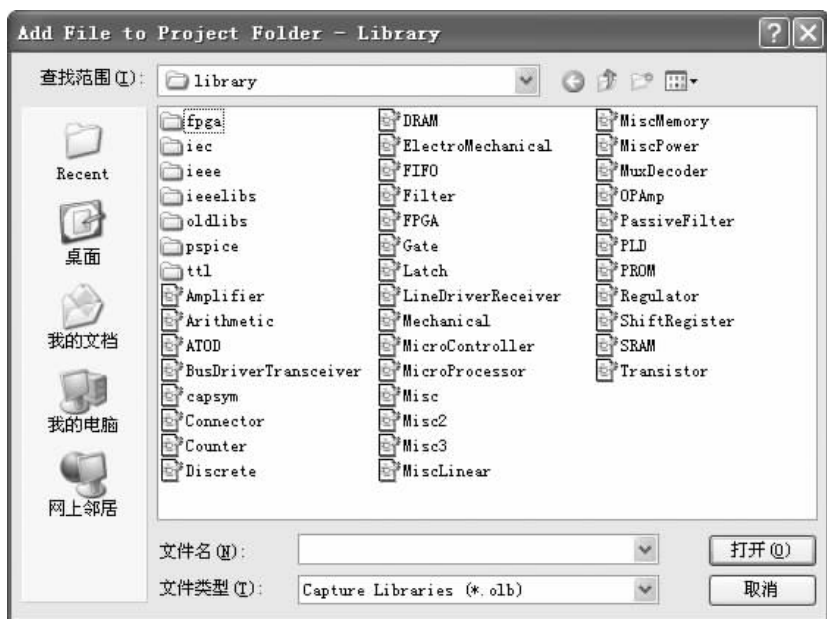

图 2-5 “Add File to Project Folder - Library”对话框
1) 选择菜单栏中的“Files（文件）”→“Open（打开）”→“Library（库）”命令，或在项目管理器窗口中“Library”文件夹上右击，弹出如图 2-4 所示的快捷菜单，选择“Add File（添加文件）”命令，弹出如图 2-5 所示的“Add File to Project Folder – Library”对话框，加载后缀名为“.olb”的库文件。